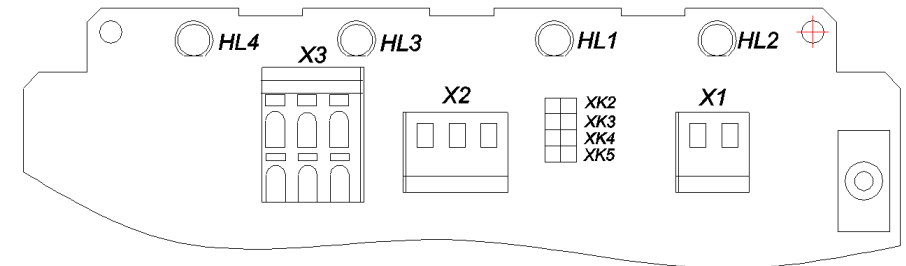

Рисунок 9.1 – Коммутационные поля датчика
**Режим № 1:** дежурный режим работы, обеспечивающий охрану периметра с использованием установленного на заводе-изготовителе порогового значения чувствительности. Выбор режима обеспечивается отсутствием джамперов на коммутационных полях ХК4, ХК5 (см. Рис. 9.1). Данный режим установлен заводом-изготовителем по умолчанию.
**Режим № 2:** дежурный режим работы, обеспечивающий охрану периметра с использованием в качестве пороговой чувствительности значения, ранее сохранённого в энергонезависимой памяти. Выбор данного режима осуществляется установкой до включения питания датчика джампера в коммутационное поле ХК5 (см. Рис. 9.1). Джампер в коммутационном поле ХК4 должен отсутствовать;
**Режим № 3:** режим настройки чувствительности. В данном режиме осуществляется настройка пороговой чувствительности путём пробного воздействия на фланги С3 или автоматическая настройка под фоновые воздействия факторов окружающей среды. Параметры воздействия сохраняются в энергонезависимой памяти датчика. Переход в режим настройки осуществляется установкой до включения питания джамперов в коммутационные поля ХК4, ХК5 (см. Рис. 9.1);
- 4) установите джамперы в коммутационные поля ХК4, ХК5 (см. Рис. 9.1);